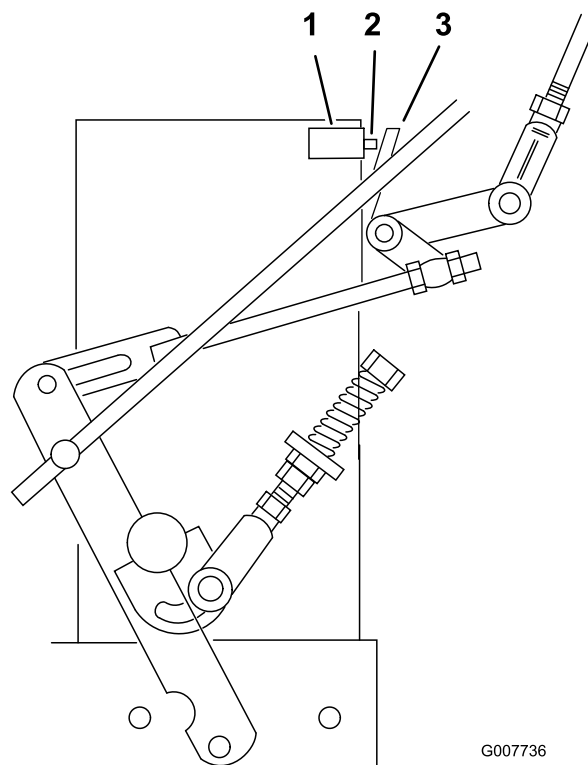

Figura 32
7. Compruebe que el interruptor de seguridad está oprimido y que queda un espacio de 8 mm (5/16 pulg.) entre la barra accionadora y el interruptor. (Figura 32).
8. Si es necesario, ajuste la posición del interruptor para crear el espacio de 5/16 pulgadas (8 mm) (Figura 32).